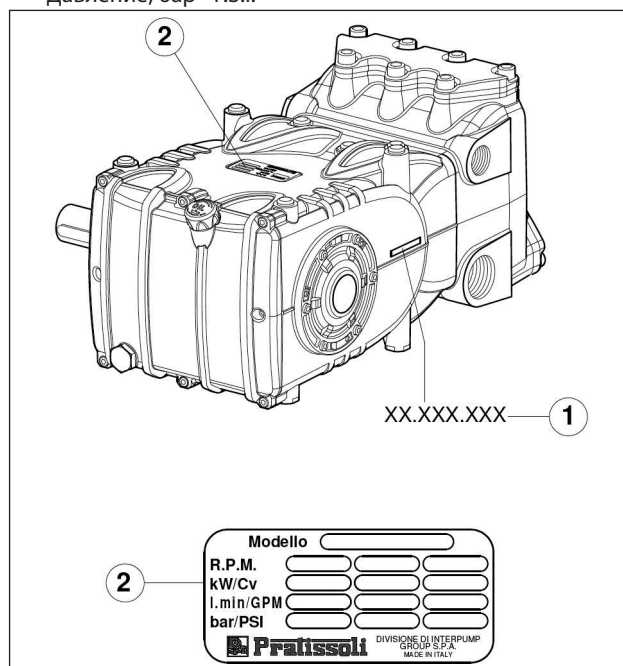

Рис. 1
Каждый насос имеет свой заводской номер XX.XXX.XXX, см. поз. ①, и идентификационную табличку, см. поз. ② на Рис. 1, со следующими данными: